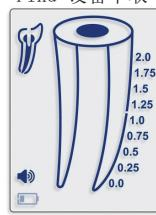

图 2
- 当电池电量不足时,屏幕上将显示闪烁的“Low Battery”(电池电量不足)指示符(图2)。即使在电池电量不足时,Endo-Eze™ Find®也能继续正常工作,但应在电源耗尽之前更换电池。